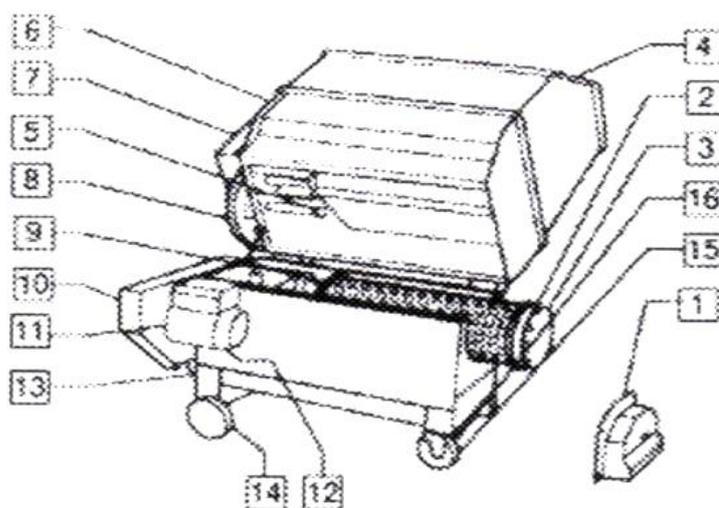

Рис. 3
- Защитные крышки (Рис. 3 позиции 7 и 10) предотвращают от случайного контакта с движущимися частями или попадание в них частей одежды.
- Защитная крышка на место выброса гребней винограда (Рис. 3 позиция 1) защищает оператора от случайного контакта, с лопастями вала удаляющего гребни винограда.
- Верхняя защитная часть или короб (Рис.3 позиция 4) допускает ограниченный доступ в рабочую область только для оператора.
- Хорошо закрепленные скобы (Рис.3 позиция 16) обеспечивают устойчивость машины во время работы.
- Кнопка аварийной остановки (Рис.3 позиция 11) позволяет вам быстро остановить машину в случае возникновения опасной ситуации.
Убедитесь, что, после установки на ровный пол, машина стоит устойчиво. Затем зафиксируйте передние колеса, используя специальные зажимы (Рис. 3 позиция 16). В зависимости от типа подключения к электросети, оператор запускает электромотор следующим образом:
- снимите нижний защитный кожух (рис. 3 позиция 10) и убедитесь в правильном натяжении ремня. Если необходимо, исправьте натяжение с помощью регулировочного винта под полкой опоры электродвигателя (рис. 3 позиция 12).
- снимите нижний защитный кожух (Рис. 3 позиция 10);